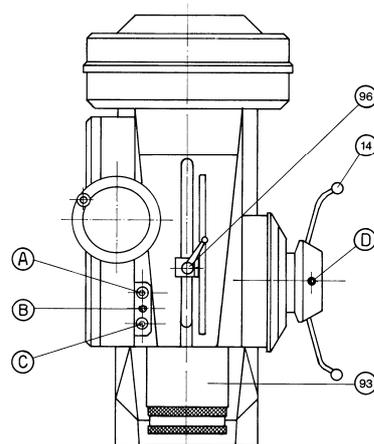

FIG.2
Tous les jours, avant d'allumer la perceuse, lubrifier toutes les parties coulissantes et rectifiées. Faire particulièrement attention au fourreau et à la colonne. Lubrifier également le mécanisme pour la montée de la table au moyen du graisseur prévu à cet effet se trouvant sur le bras. Tous les mois, lubrifier avec de la graisse et de l'huile le roulement supérieur et la partie cannelée de la broche auxquels on accède en retirant la plaquette anti-graisse (15) figure 7. Remplir la boîte des dispositifs d'avance avec de l'huile après avoir retiré la plaquette (2) figure 2. Verser l'huile jusqu'au point rouge du témoin de niveau (1) figure 2 (0.7 l environ). **Faire très attention à ne pas dépasser le niveau indiqué pour que l'huile ne fuie pas du fourreau.** Une fois par mois (minimum) graisser à l'huile filante la couronne dentée en Nylon à laquelle on accède en retirant la plaquette (2) figure 2. Vidanger l'huile tous les 12 mois en l'évacuant à travers le bouchon de vidange (3) figure 2. **Huiles préconisées : ESSO - Teresso 32 ou MOBIL OIL - DTE Médium.**
**CHAPITRE 3 : REGLAGES****3.1 REGLAGE DE LA BUTEE DE PROFONDEUR (FIG.2)**
**3.2 REGLAGE DE LA DESCENTE AUTOMATIQUE (FIG.2 / 3 / 4)**
Pour enclencher le dispositif d'avance automatique, tirer les leviers (14) fig.2 vers l'extérieur en s'assurant que l'arrêt de profondeur manuel (96) fig.2 est en fin de course en bas. Pour choisir le type d'avance, agir sur le levier (42) fig.3. Pour travailler avec l'avance du petit volant, positionner le levier (42) fig.3 au point mort (position intermédiaire entre deux avances) et enclencher le dispositif d'avance automatique. Faire ensuite tourner le volant (77) fig.4 pour obtenir l'avance manuelle micrométrique. Cette fonction est très utile pour le fraisage, pour accentuer l'effet entre un passage et l'autre. Lorsqu'on travaille avec l'avance automatique, il est possible de prédisposer la perceuse de sorte à obtenir la profondeur désirée. Pour ce faire, desserrer la poignée (12) fig.3 en faisant ensuite tourner le vernier gradué (11) fig.3 de sorte que la ligne du zéro sur le bloc (17) fig.3 coïncide avec la graduation sur le vernier correspondant à la profondeur désirée ; bloquer ensuite la poignée (12) fig.3. Si le dispositif de descente automatique ne reste pas enclenché, serrer légèrement la vis sans tête D.fig.2.
**3.4 REGLAGE DU JEU DE FOURREAU (FIG.2)**
La perceuse est fournie avec le joint de sécurité déjà réglé. Si, petit à petit la descente du foret devient irrégulière (le volant (77) tourne par à-coups), régler de nouveau le joint. Pour effectuer cette opération, retirer la plaquette (2) figure 2 et serrer davantage le collier autobloquant (72) pour comprimer davantage les ressorts à disques (Belleville) (68).